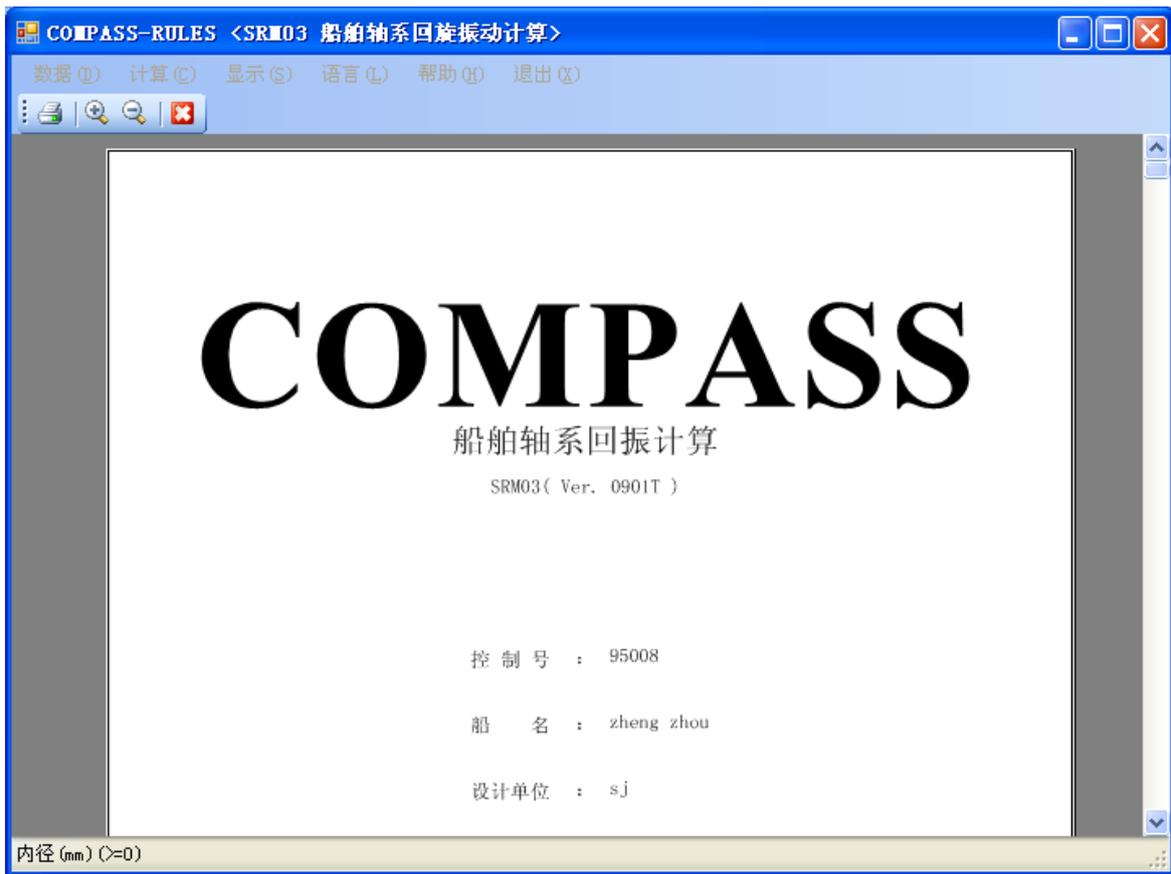

图 4.13 打印预览界面
- 单击【计算】按钮后，程序进入计算状态，计算完毕后会在屏幕上显示如图 4.13 所示的打印预览界面。
- 如果您需要保存计算结果，则可以安装 PDF 打印机，然后再如图 4.13 所示的界面中，单击“打印”按钮，在随后出现的“选择打印机”对话框中选择“Acrobat PDF Printer”打印机即可。